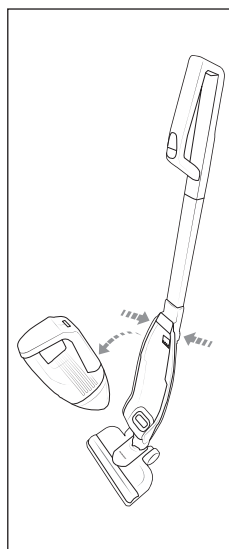

Fig. 4
- 3) Per staccare l'unità portatile **2** dal manico **11**, premere contemporaneamente i due tasti di sblocco **13** (Fig. 4).
- 4) Estrarre l'unità portatile **2** dall'impugnatura **1** tirandola verso l'alto/in avanti per sfilarla dall'incavo dell'unità portatile stessa **14** (Fig. 4).